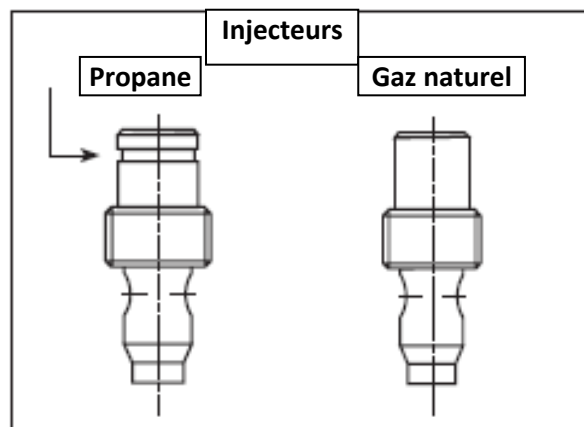

fig. 4
5. Assurez-vous que le nouvel injecteur est approprié à l'utilisation prévue. Le format de l'injecteur est inscrit sur le côté de celui-ci vers le haut. Les injecteurs pour le propane ont une rainure autour de leur circonférence près du dessus, alors que ceux pour le gaz naturel n'en ont pas. (fig. 4). Référez-vous aux instructions du fabricant de l'appareil pour la grandeur appropriée de l'injecteur.